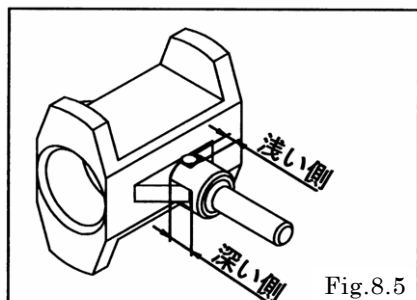

Fig.8.5
- ・切替ピンの溝が切替本体、ピンに合うように取り付ける。〔Fig.8.5〕